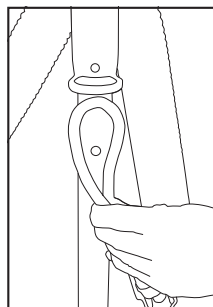

Fig. 3
1. Faites une boucle avec le cordon d'alimentation et poussez-la à travers la fente et par-dessus le crochet de support de cordon (Fig. 3).